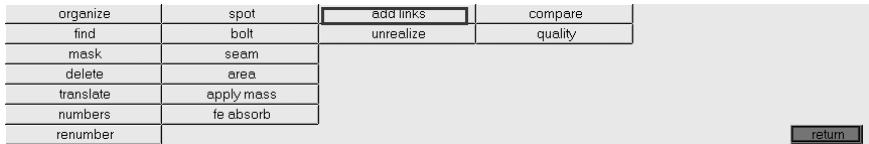

图 7-96 选择 add links
(6) 进入 1D > connector, 并选择 add links, 如图 7-96 和图 7-97 所示。